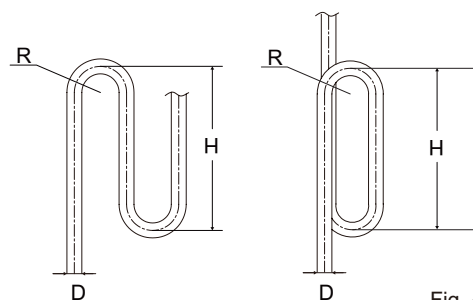

Fig. 4.11
- Lorsque l'unité extérieure est située au-dessus de l'unité intérieure et que le dénivelé dépasse 20 m, il est recommandé de prévoir un coude de retour d'huile tous les 10 m sur le tuyau de gaz de la tuyauterie principale. Les spécifications recommandées pour le coude de retour d'huile sont illustrées à la figure 4.11.
3. **Exigence 3** : le plus grand dénivelé entre l'unité intérieure et l'unité extérieure ne doit pas dépasser 50 m (si l'unité extérieure est au dessus) ou 40 m (si l'unité extérieure est en dessous). De plus : si l'unité extérieure se trouve au-dessus et que la différence de niveau est supérieure à 20 m, il est recommandé d'installer tous les 10 m, dans la conduite de gaz de la conduite principale, un coude de retour d'huile dont les dimensions sont indiquées à la Figure 4.11.